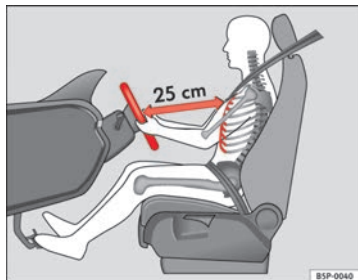

Abb. 1 Der richtige Abstand des Fahrers zum Lenkrad
- Stellen Sie das Lenkrad so ein, dass der Abstand zwischen Lenkrad und Brustkorb mindestens 25 cm beträgt ⇒ Abb. 1.
⇒ **Abb. 1**. Beträgt der Abstand weniger als 25 cm, kann Sie das Airbag-System nicht richtig schützen.